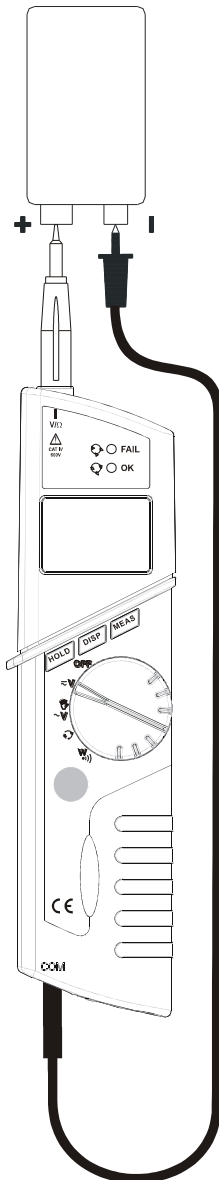

Fig. 3: DC Spannungsmessung
2. Stecken Sie die schwarze Messleitung in den **COM** Eingang und die rote in den V+/ Ω Eingang (Fig. 3).
5. Wenn auf dem Display "-" erscheint, wurden Plus- und Minuspol vertauscht, verglichen mit dem Bild in Fig. 3